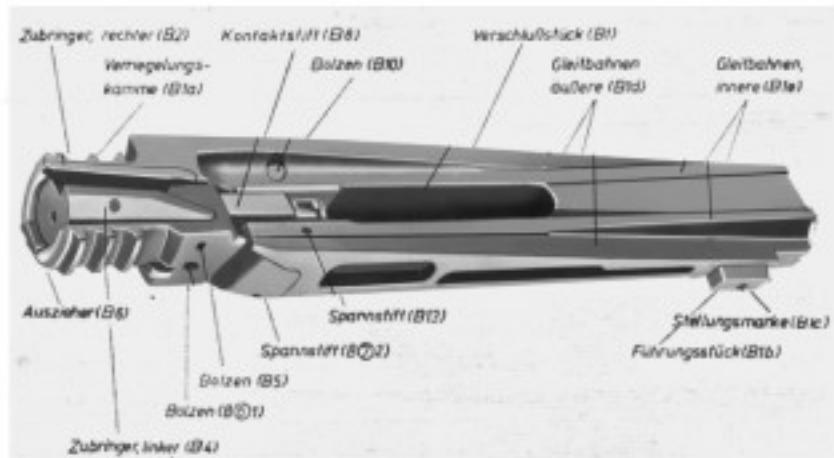

Abb. 6: Verschluß (B)
Der Verschluß (B) (Abb. 6) verschließt das Patronenlager des Laufes von hinten. Er betätigt den Zuführer, dient zum Laden und Entzünden der Patronen sowie zum Ausziehen der Hülsen und bewirkt in Verbindung mit dem Ausstoßer (E 13) das Ausstoßen der Hülsen.